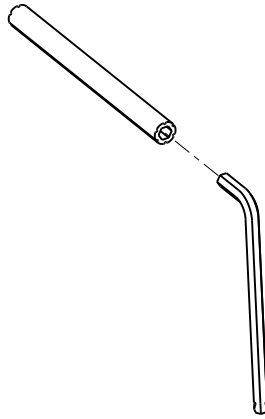

Figura 9 – Llave hexagonal y extensión de la herramienta de extracción
2. Retire la llave hexagonal y la extensión de la herramienta de extracción del conjunto de la cubierta central (Figura 9).